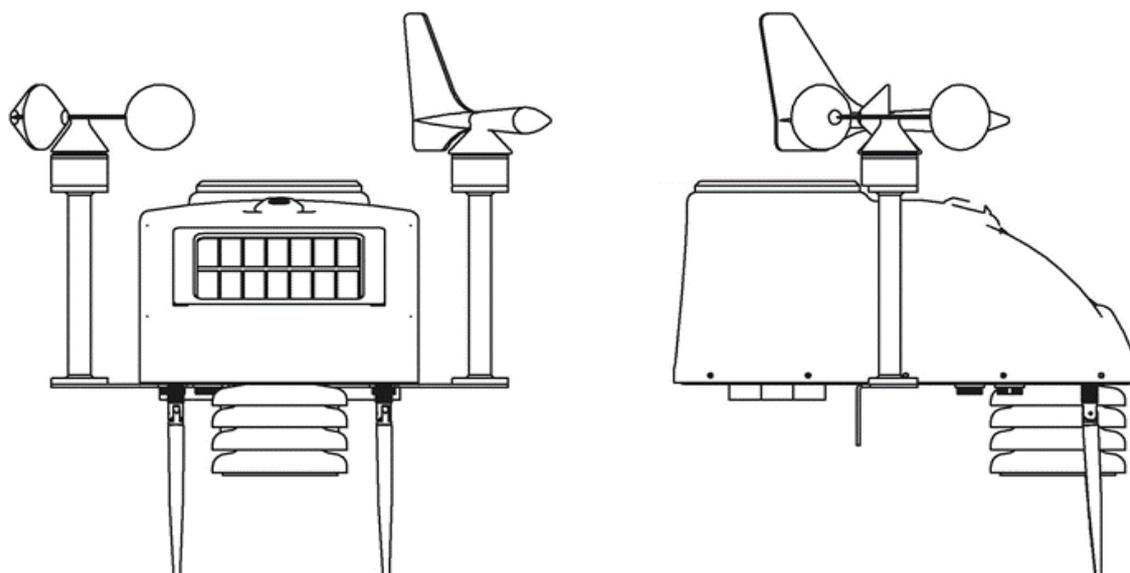

Рис. 1. Внешний вид станций «СОКОЛ-М1»
2.7. Внешний вид станций «СОКОЛ-М1» приведен на рис. 1.